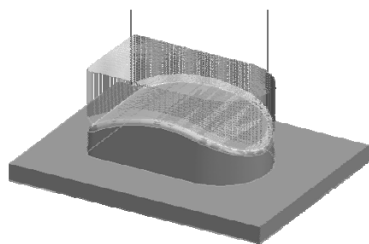

图 5-62 生成刀具轨迹
3) 单击右键,系统开始计算,稍后得出刀具轨迹如图 5-62 所示。